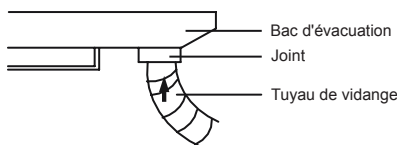

Fig. 24
- (1). Pour définir la position du tuyau de vidange, suivez les procédures suivantes.
- (2). Insérez le tuyau d'évacuation dans la sortie d'évacuation de l'équipement, puis serrez la fixation de manière sûre avec du ruban. (Fig. 24)
- (3). Branchez la rallonge du tuyau d'évacuation au tuyau d'évacuation de l'équipement, puis serrez la fixation avec du ruban.